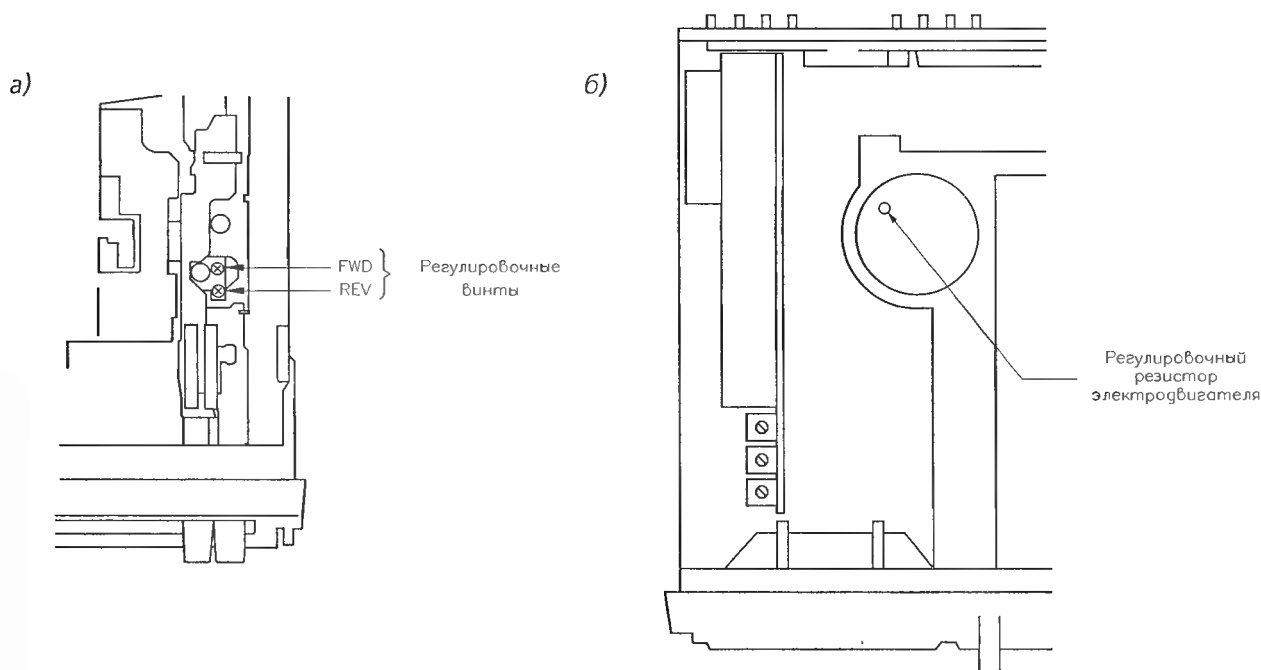

Рис. 6.6. Расположение регулировочных элементов магнитофонной панели
Расположение регулировочных элементов магнитофонной панели приведено на рис. 6.6.
2. Регулировкой винта FWD (см. рис. 6.6а) добиться максимума сигналов в контрольных точках и минимальной разности фаз (наиболее близкой к нулю) между сигналами правого и левого каналов. Измерение разности фаз удобно вести с помощью двухлучевого осциллографа или по фигуре Лиссажу при наличии у прибора входа X.